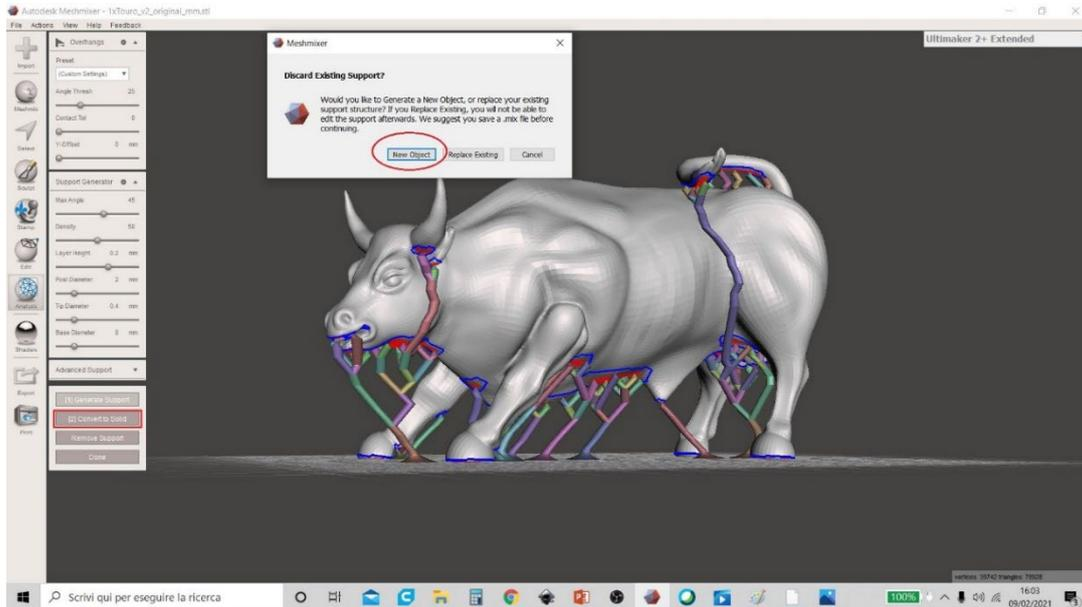

Figura 33 Meshmixer
8. Una vez decididos todos los parámetros, el usuario debe hacer clic en "Convertir a sólido". En la ventana emergente que se genera, haga clic en "Nuevo objeto" (Figura 33 Meshmixer).